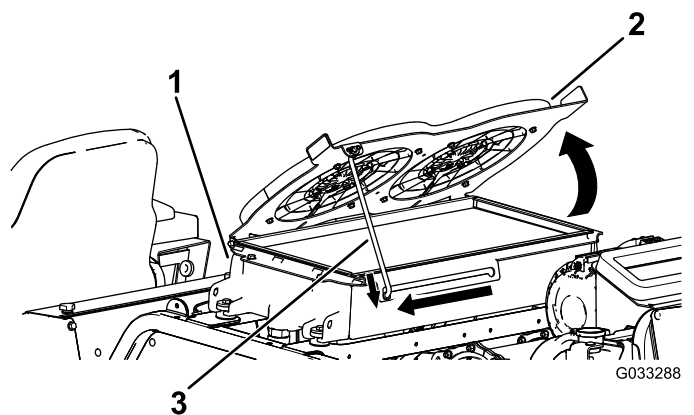

Figura 88
2. Ruotare le ventole di raffreddamento idraulico verso l'alto e bloccare l'asta di sostegno nella tacca (Figura 88).